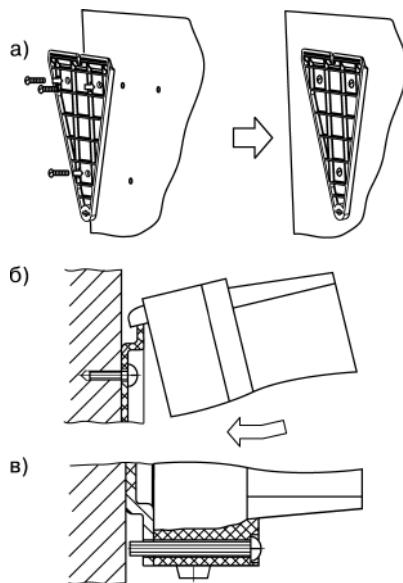

Рисунок 7.1 – Установка прибора настенного крепления
- 1) Закрепите кронштейн тремя винтами M4 на поверхности, предназначенной для установки прибора (см. Приложение А и рисунок 7.1, а).
- 2) Зацепите крепежный уголок на задней стенке прибора за верхнюю кромку кронштейна (рисунок 7.1, б).
- 3) Прикрепите прибор к кронштейну винтом M4 × 35 из комплекта поставки (рисунок 7.1, в).